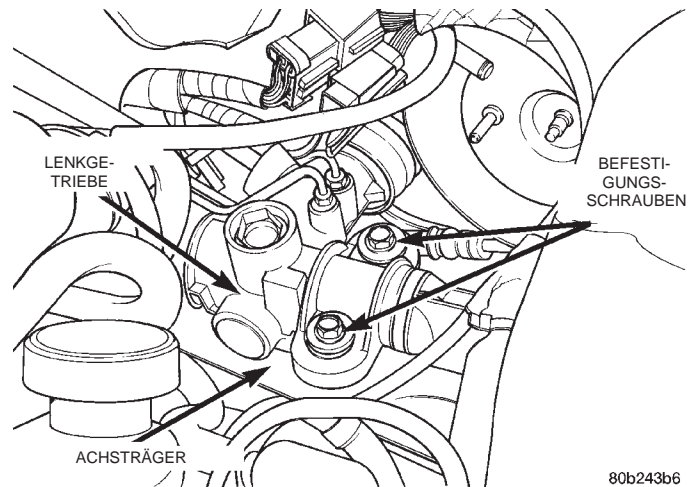

Abb. 14 Befestigung/Lenkgetriebe an Achsträger (linke Seite)
(17) Hauptbremszylinder mit angeschlossenen Leitungen vom Bremskraftverstärker abbauen. Hauptbremszylinder in aufrechter Position vorsichtig auf dem linken Ventildeckel des Motors abstellen.
(18) Unterdruckversorgungsschlauch vom Rückschlagventil im Bremskraftverstärker abbauen und außerhalb des Arbeitsbereichs fixieren.
(19) Die beiden Schrauben lösen, mit denen die linke Seite des Lenkgetriebes am Achsträger befestigt ist (Abb. 14).
(10) Die beiden Schrauben, mit denen die linke Seite des Lenkgetriebes am Achsträger befestigt wird, locker eindrehen (Abb. 14).